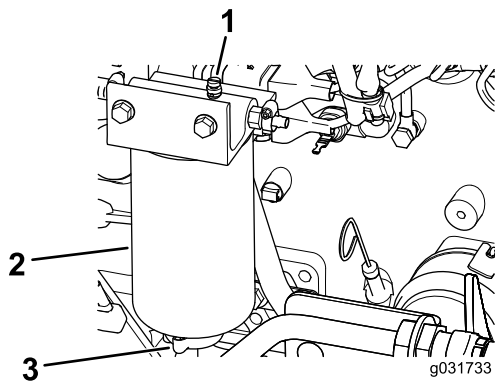

Figura 95
2. Afloje la válvula de vaciado en la parte inferior del filtro (Figura 95).
2. Drene parte del combustible aflojando el tapón de ventilación y abriendo el tapón de vaciado (Figura 95).